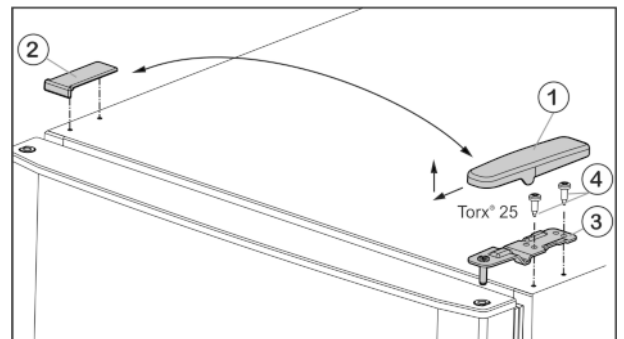
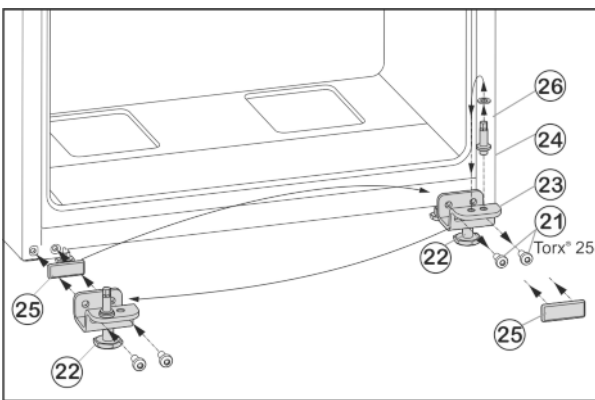

Fig. 5
Fig. 7
- ▶ Изтеглете покритието Fig. 5 (1) напред и нагоре.
- ▶ Свалете покритието Fig. 5 (2).
- ▶ Развийте горната лагерна стойка Fig. 5 (3) с (2 x Torx® 25) Fig. 5 (4) и издърпайте нагоре.
- ▶ Развийте закрепващите винтове Fig. 7 (21).
- ▶ Свалете долната лагерна опора Fig. 7 (23) заедно с лагерния болт Fig. 7 (24), шайбата Fig. 7 (26) и крака Fig. 7 (22).
- ▶ Развийте лагерния болт Fig. 7 (24) заедно с шайбата Fig. 7 (26), поставете го в срещуположния отвор за лагерната опора и го завийте отново.
- ▶ Внимателно свалете покриващата плоча Fig. 7 (25) и я преместете на срещуположната страна.
- ▶ Отново завийте долната лагерна опора Fig. 7 (23) заедно с лагерния болт Fig. 7 (24), шайбата Fig. 7 (26) и крака Fig. 7 (22) върху новата страна на пантите, евент. с помощта на акумулаторна отвертка (с 4 Nm).
- ▶ Поставете долната врата отгоре върху лагерния болт Fig. 7 (24).
- ▶ Поставете средната лагерна опора (13), завъртяна на 180° в долната врата и я завийте със закрепващите винтове (11) (2 x Torx® 25) върху новата шарнирна страна (с 4 Nm).
- ▶ Поставете отново пластмасовия диск (10).
- ▶ Поставете горната врата върху лагерната опора в средата (13).
- ▶ Поставете горната лагерна опора Fig. 5 (3) върху новата страна на шарнира във вратата.
- ▶ Затегнете горната лагерна опора **здро**во (с 4 Nm) (2 x Torx® 25) Fig. 5 (4). Евентуално използвайте акумулаторна отвертка.
- ▶ Поставете капача Fig. 5 (1) от срещуположната страна отвън и го фиксирайте.
- ▶ Поставете капача Fig. 5 (2) също от срещуположната страна отгоре и го фиксирайте.
- ▶ Развийте крака Fig. 7 (22) на лагерната опора долу Fig. 7 (23), докато опре върху пода.